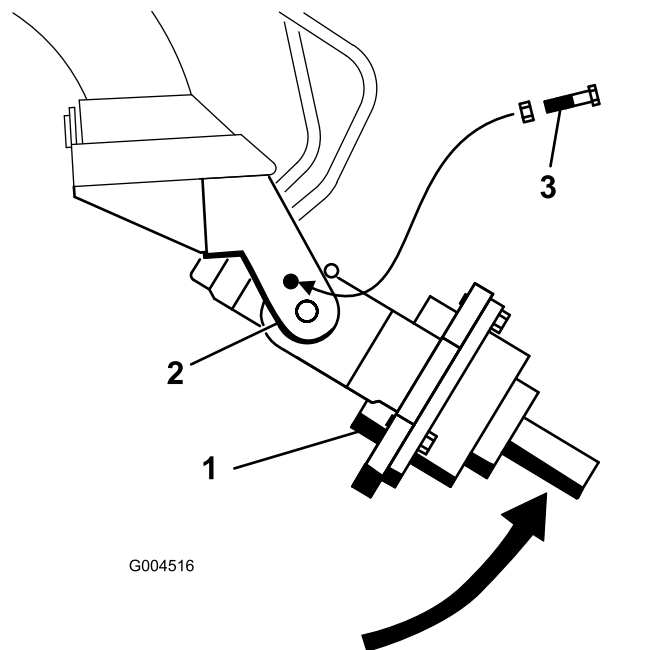

Bild 5
5. Drehen Sie den Antriebskopf für den Erdbohrer manuell nach oben, bis Sie eine Schraube ($\frac{1}{2}$ " x $2\frac{1}{2}$ ") in das Loch am Wiegearm schieben und den Antriebskopf befestigen können. Ziehen Sie die Schraube leicht mit einer Mutter ($\frac{1}{2}$ ") an, wie in Bild 5 abgebildet.
3. Drehen Sie den Antriebskopf für den Erdbohrer manuell nach oben, bis Sie eine Schraube ($\frac{1}{2}$ " x $2\frac{1}{2}$ ") in das Loch am Wiegearm schieben und den Antriebskopf befestigen können. Ziehen Sie die Schraube leicht mit einer Mutter ($\frac{1}{2}$ ") an, wie in Bild 5 abgebildet.